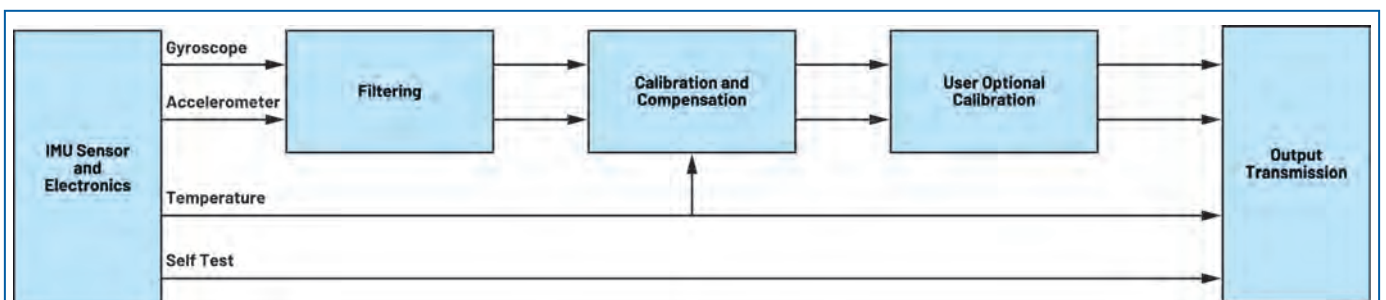

Figura 3 Blocul funcțional al unei unități IMU.
- O unitate IMU tipică include nu numai giroscopae, accelerometre și un senzor de temperatură, ci și conversia analog-digitală pentru extragerea măsurătorilor și compensarea temperaturii (figura 3).